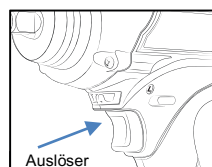

Abb. 5
1. Um das Gerät zu starten, drücken Sie einfach den Auslöser. Die Geschwindigkeit des Geräts wird erhöht, indem der Druck auf den Auslöser erhöht wird. Lassen Sie den Auslöser los, um zu stoppen. (Abb. 5)